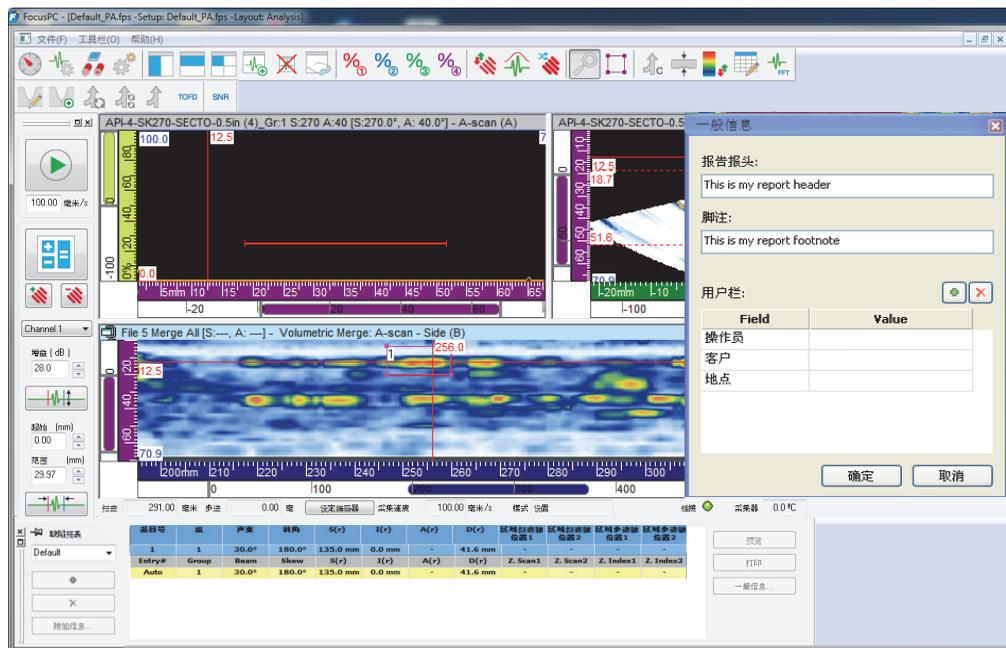

图 6-3 用于记录缺陷指示的缺陷报表、光标和区域工具的示例
1. 选择一个布局，这个布局中应包含可更好地表现工件中缺陷指示的视图（参见第170页的图 6-3中的示例）。